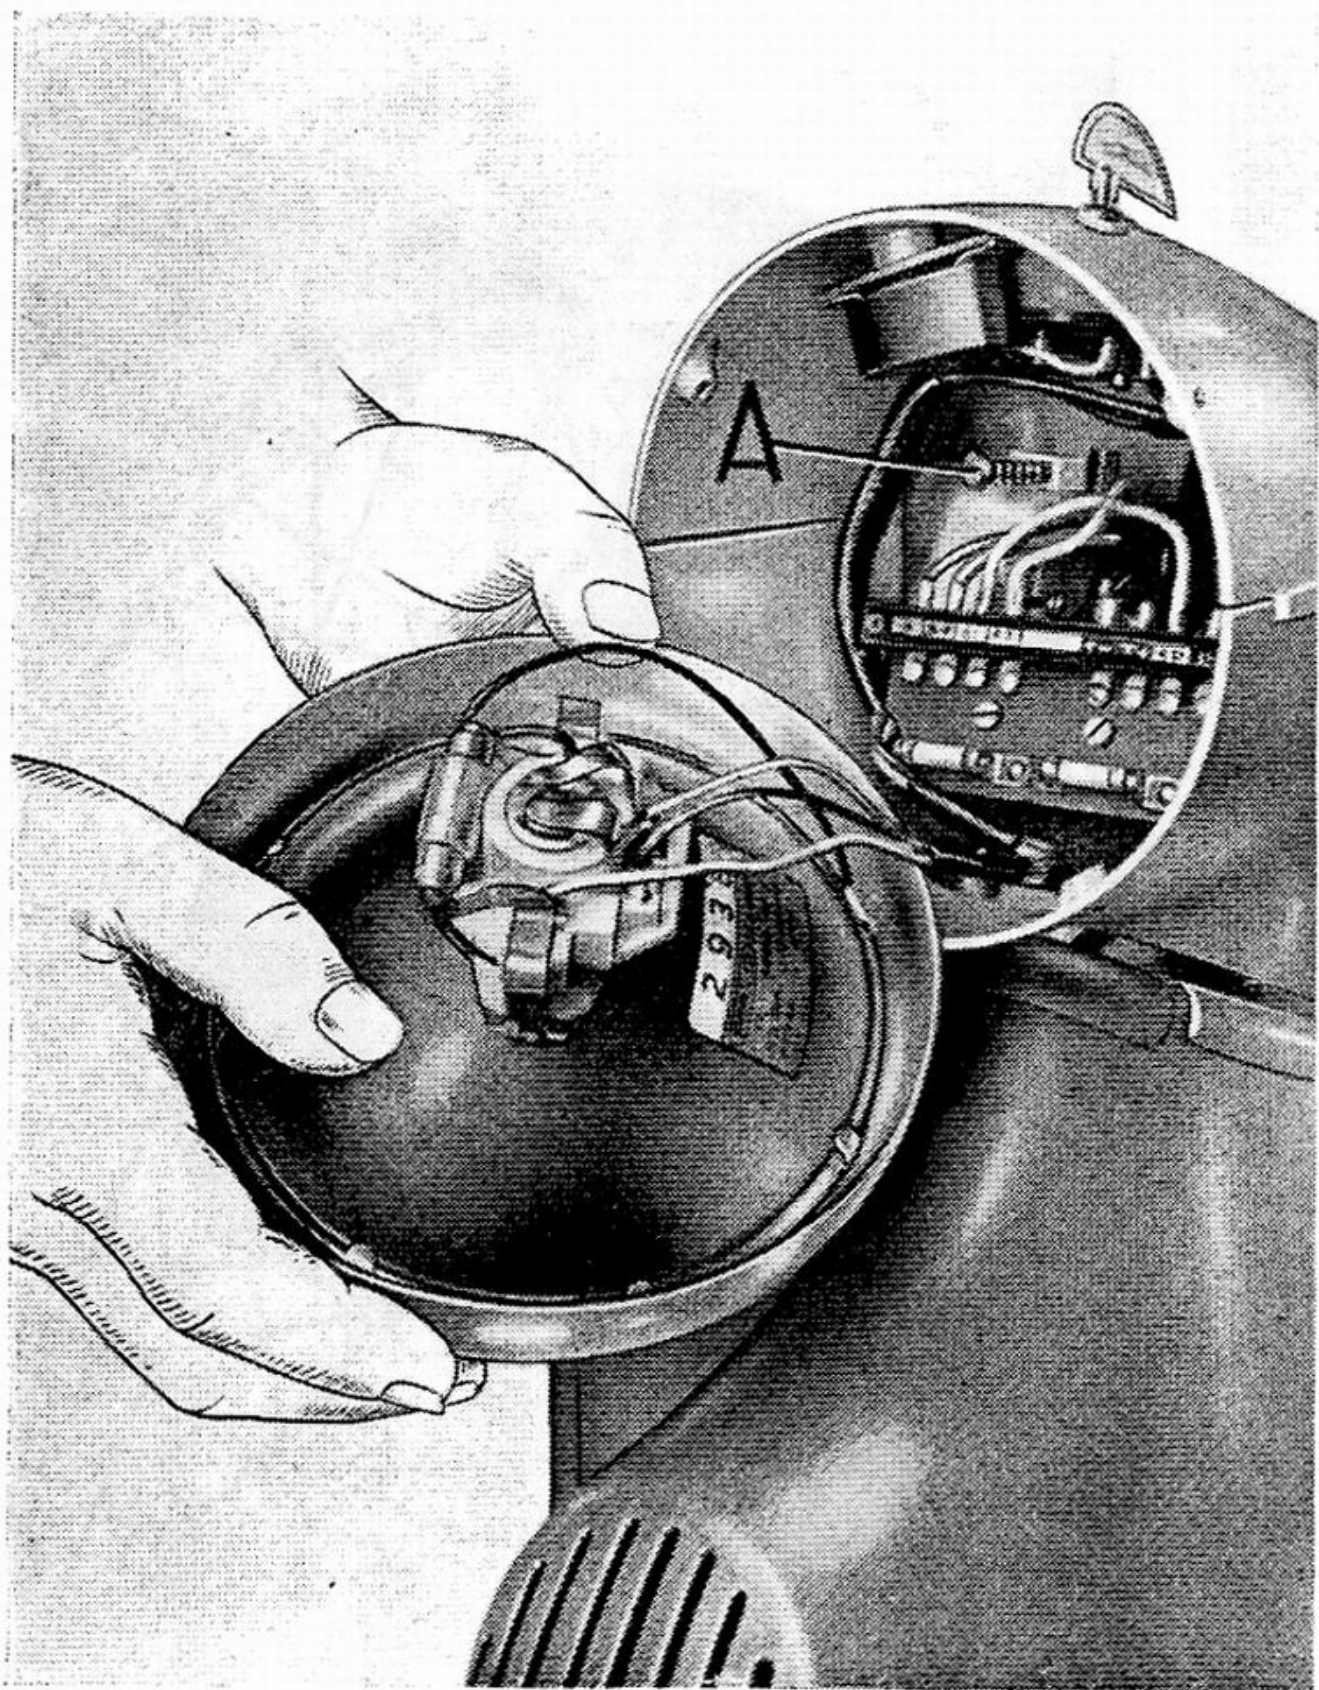

Fig. 22
La manopola per comando carburatore viene registrata tramite l'apposita vite (A), di fig. 22, posta all'interno del faro; per compiere la registrazione occorre togliere la parte anteriore del faro per rendere accessibile la suddetta vite.
## Sostituzione lampade e fusibili (vedere fig. 22).